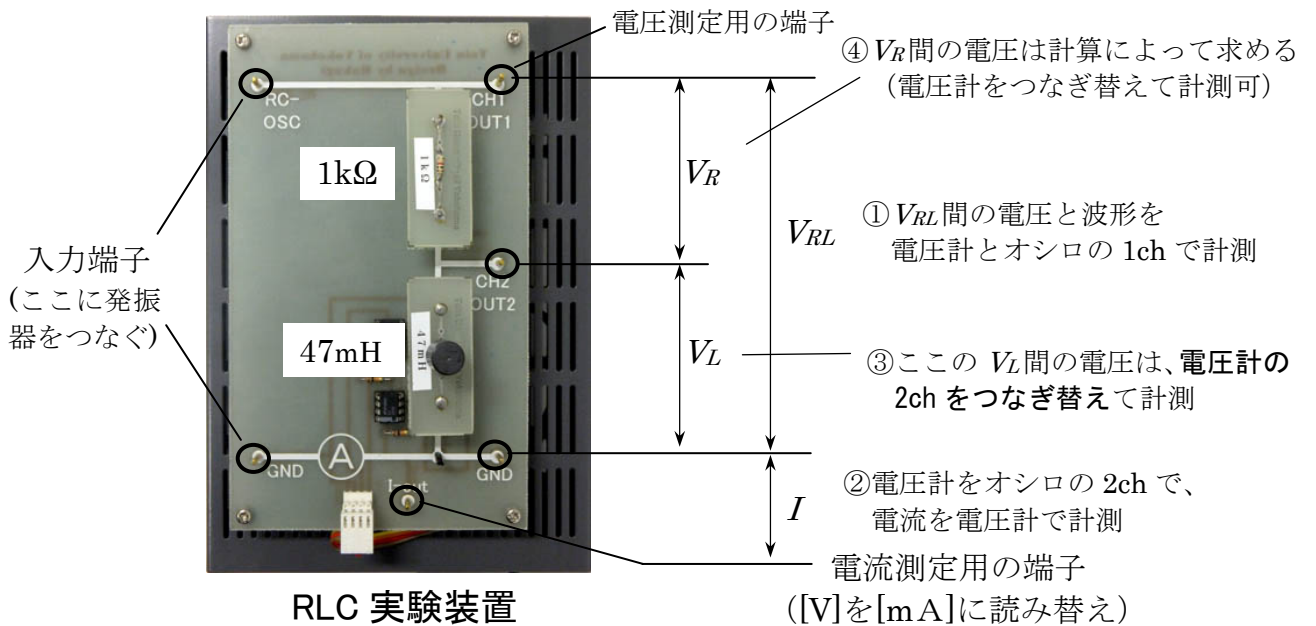

図 3-12 RL回路の接続図と計測機器
- 1) 図 3-12 を参照しながら、RL 回路を準備し、各計測器を接続する。